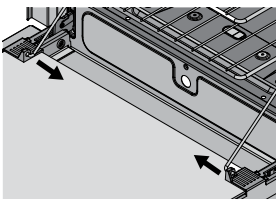

Figura 12.
- Se deben tomar los extremos del enganche que se encuentran en la puerta y presionarlos suavemente como lo indican las flechas para desenganchar el accesorio de la puerta (Ver figura 12).